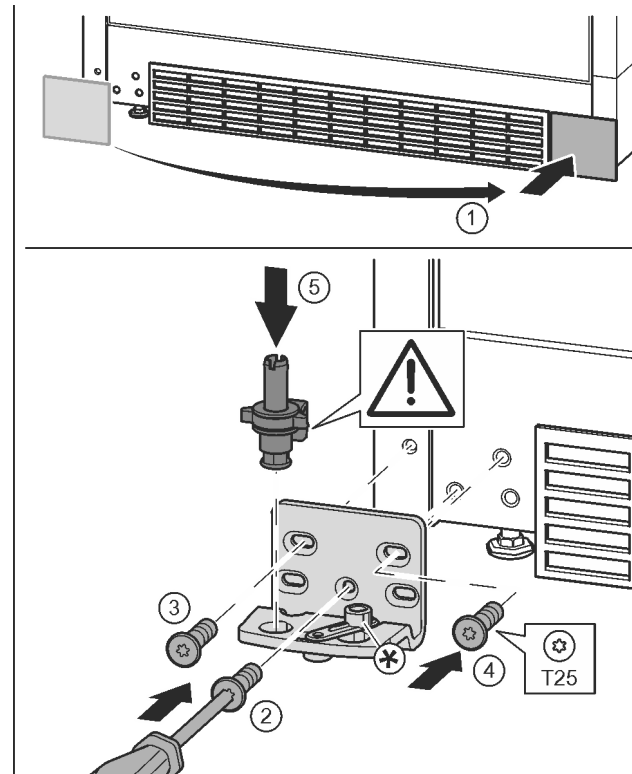

Fig. 17
- ▶ Abdeckung abnehmen und auf der anderen Seite anbringen. Fig. 17 (1)
- ▶ Lagerbock auf der anderen Seite ansetzen und mit Hilfe eines Schraubendrehers T25 anschrauben. Mit Schraube 2 unten in der Mitte beginnen. Fig. 17 (2)
- ▶ Schraube 3 und 4 festschrauben. Fig. 17 (3, 4)
- ▶ Lagerbolzen komplett einsetzen. Dabei darauf achten, dass der Rastnocken nach hinten zeigt. Fig. 17 (5)